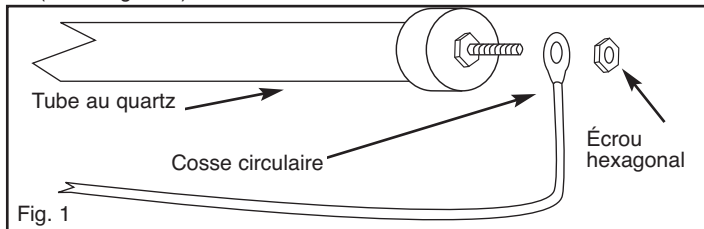

Fig. 1
4. Installez la cosse circulaire des assemblages de fils installés en usine sur les tenons filetés se trouvant sur les deux extrémités de l'élément (voir la figure 1).